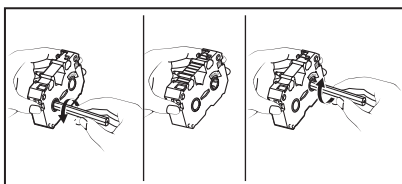

ABBILDUNG 9
**Hinweis:** Nehmen Sie einen dickeren Kugelschreiber und stecken diesen in das linke Loch der Seite B. Drehen Sie die Folie so lange zurück, bis der schwarz-silberne Streifen den Anfang der Folie anzeigt (Abb. 9). Drehen Sie nun das Band der Kassette wieder ein bisschen vor (stecken Sie den Kugelschreiber in das rechte Loch), so dass der schwarz-silberne Streifen so eben in der Kassette verschwindet. Damit können Sie die ganze Folie der Kassette nutzen.